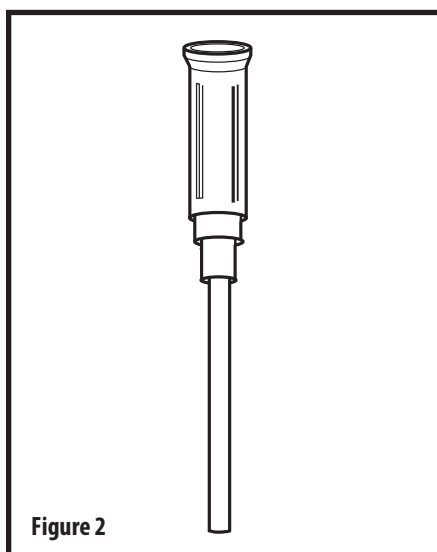

Figure 2
7. A se împinge canula introdusă **(Fig 2)** în orificiul jejunului până când suportul este în contact cu orificiul de alimentare jejunul și canula este vizibilă în interiorul tubului. Canula introdusă deschide valva unidirecțională și o protejează împotriva efectelor negative ale sârmei de ghidare.